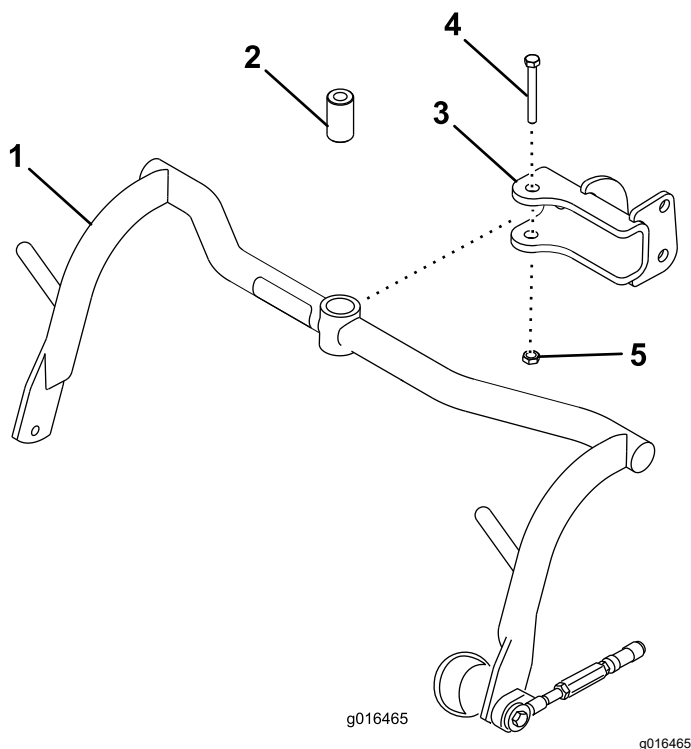

Bild 5
1. Befestigen Sie einen Trägersrahmen mit einem Distanzstück, einer Schraube ($\frac{1}{2}$ " x $3\frac{1}{4}$ ") und einer Sicherungsmutter ($\frac{1}{2}$ ") an jeder Lastöse, siehe Bild 5. Ziehen Sie diese auf ein Drehmoment von 91 bis 113 N·m fest.